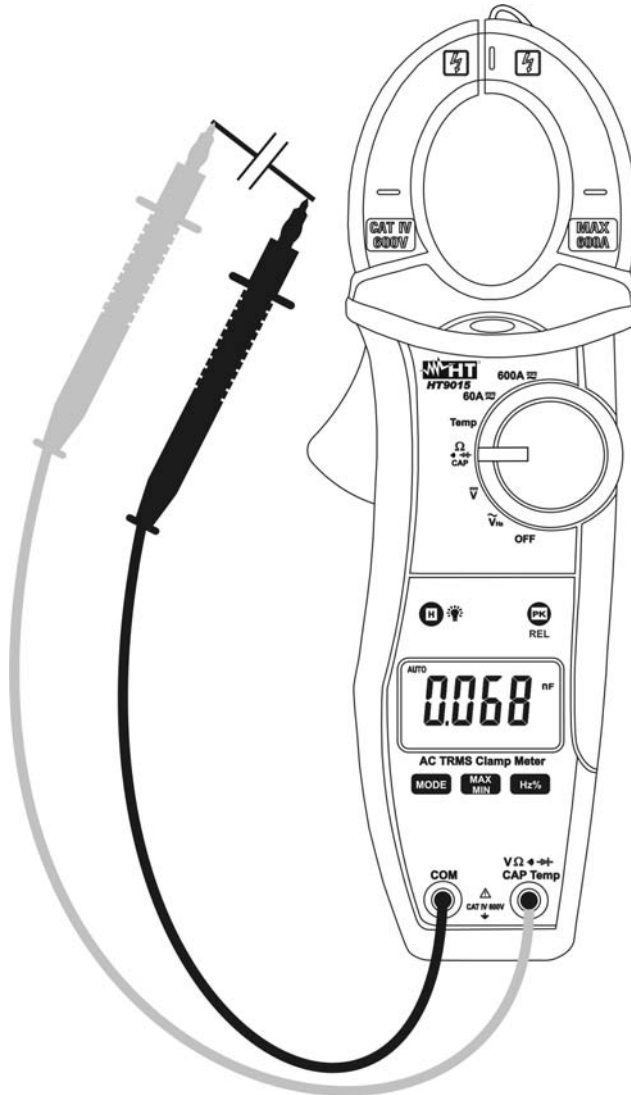

Fig. 7: Uso de la pinza para medidas de Capacidades
4. Posicione las puntas de prueba en el punto deseado del circuito en examen (Fig. 7). El valor de la capacidad será visualizado. En la medida de capacidades la barra gráfica analógica está desactivada